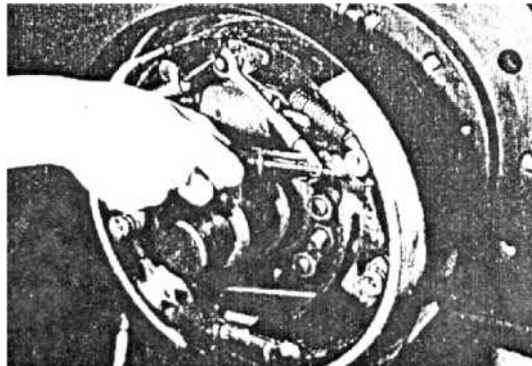

Рис. 8-25
(9) Установите регулятор, пружину регулятора, выталкивающий штифт и возвратную пружину выталкивающего штифта (рис. 8-25).